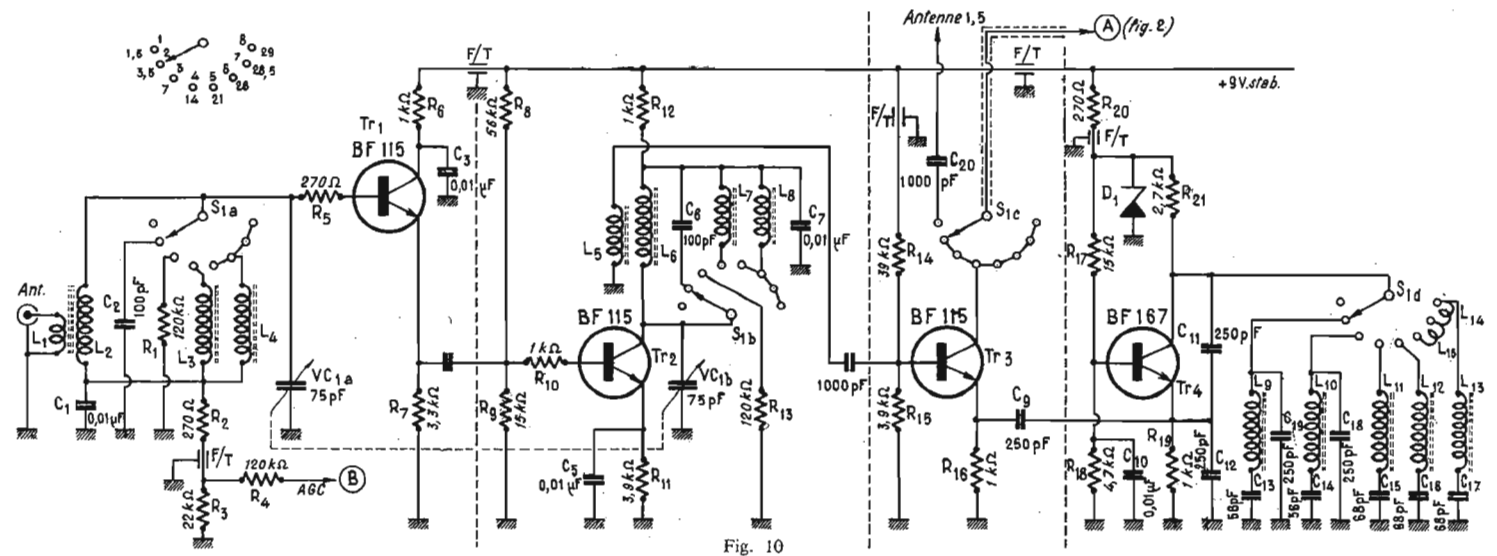

Fig. 10
3. Le convertisseur d'entrée 3,5 - 30 MHz (à accord fixe) (Fig. 10).